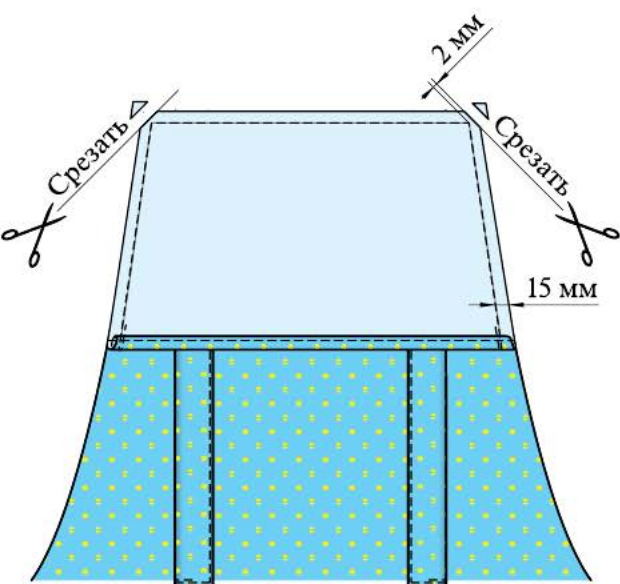

Рис. 6.49. Обработка нагрудника
3. Поверх бретелей наложите обтачку лицевой стороной вниз, совмещая контурные линии обтачки и нагрудника, приколите, **приметайте** и **обтачайте** по трём сторонам точно по контурной линии (машинную строчку проложите со стороны обтачки) шириной шва 15 мм (рис. 6.49). Перед обтачиванием удалите все булавки!
4. Удалите **СВН**, срежьте припуски шва в углах, не доходя 2 мм до строчки (см. рис. 6.49).